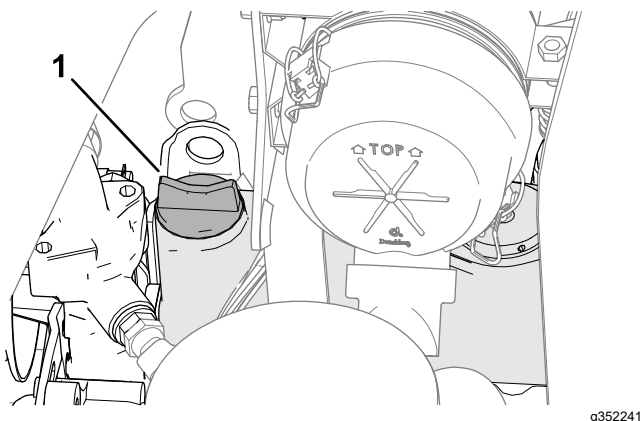

Bild 64
5. Entfernen Sie bei niedrigem Ölstand den Ölfülldeckel (Bild 64), gießen langsam kleinere Ölmengen ein und prüfen den Stand regelmäßig, bis die Voll-Markierung am Peilstab erreicht wird.